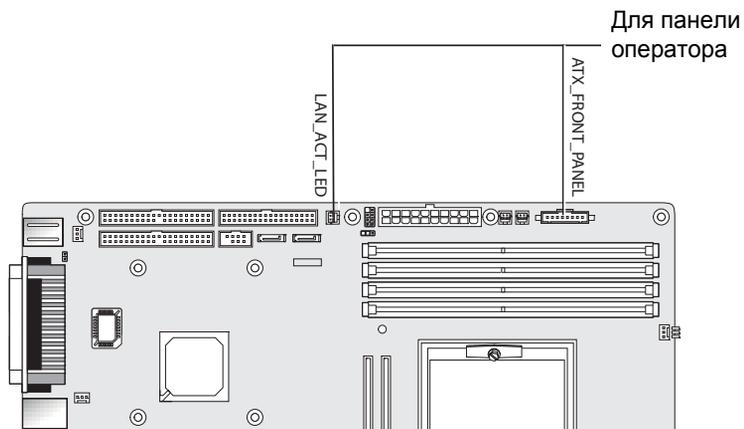

РИСУНОК 4-23 Отключение панели оператора
- 6. Отсоедините два разъема панели управления от материнской платы и извлеките панель оператора из корпуса (см. РИСУНОК 4-23).**